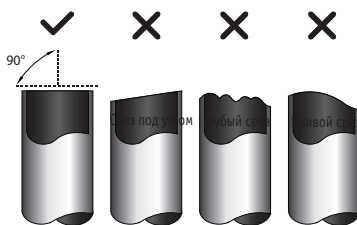

Рис. 7.4
1. Труба должна быть отрезана строго под углом 90° . Примеры неправильной обрезки показаны на рис. 7.4.